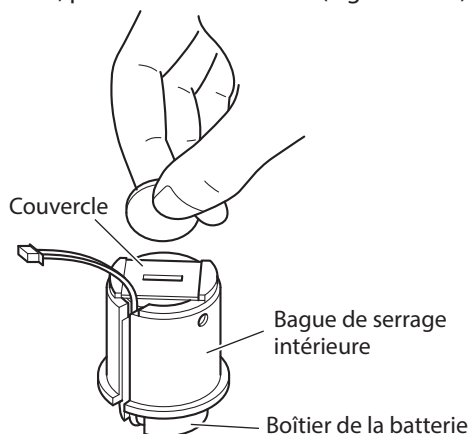

Fig. 23 Retirer le couvercle de la batterie
- 4 Retirez le couvercle de la batterie en le faisant tourner avec une pièce de monnaie, puis retirez la batterie. (Fig. 23 et 24).